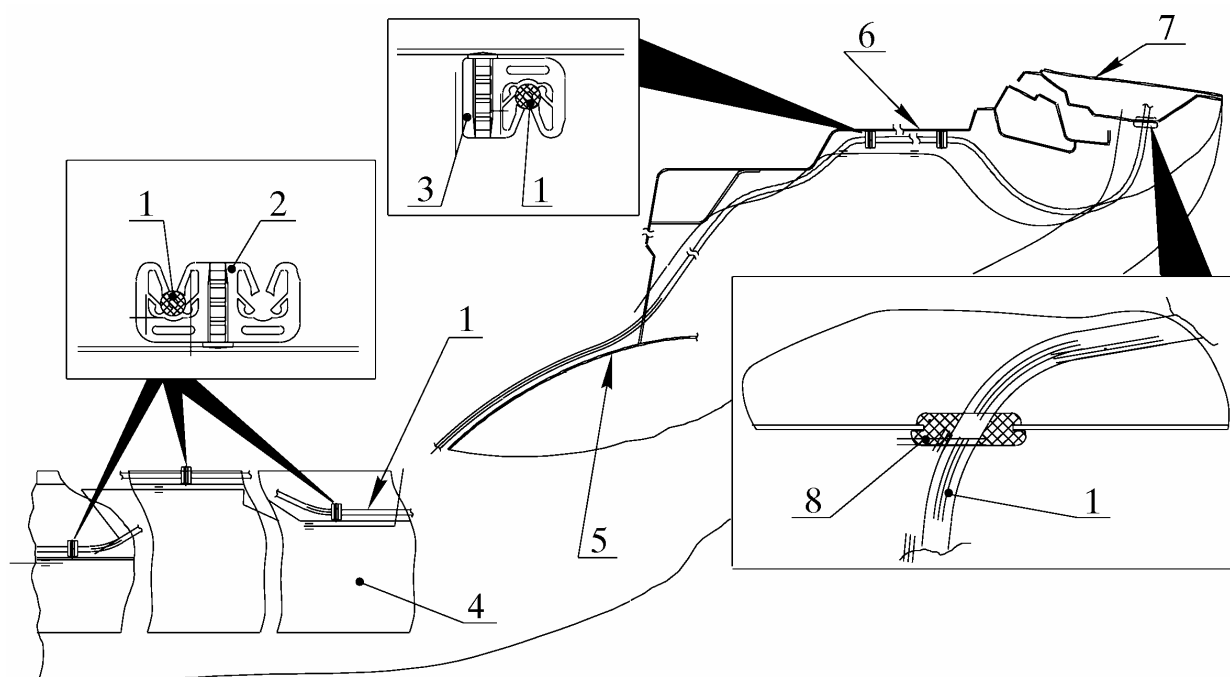

Рис. 8. Крепление троса привода замка багажника:
3.12. **Вывести трос 1 (рис. 8) привода замка багажника из внутренней полости крышки 7 багажника**, вынув втулку 8 троса 1 из отверстия во внутренней панели крышки багажника